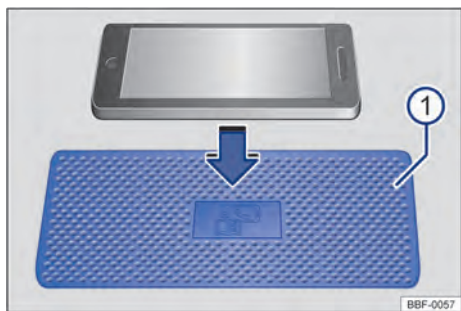

Fig. 108 Porta-objetos com esteira para a função de carga sem fio. O símbolo no tapete de revestimento pode ter uma aparência diferente em alguns veículos.
Dependendo da versão do veículo, a área de carregamento → Fig. 108① para a função de carregamento sem fio está localizada no centro do console central ou no compartimento de armazenamento na área entre os bancos da frente.